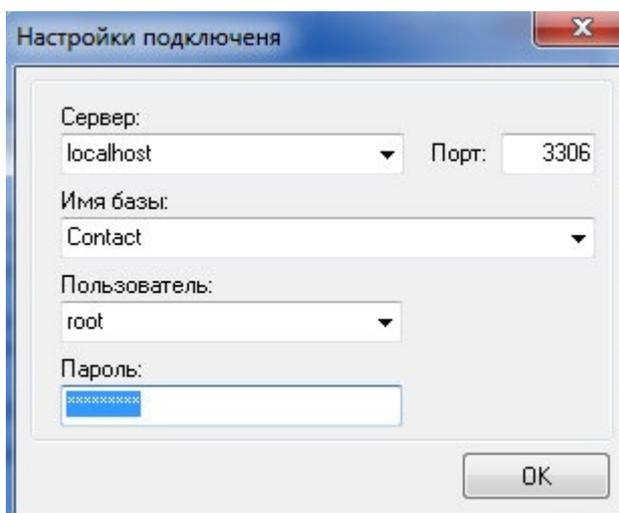

Рисунок 10
3.2.2 Для изменения настроек подключения к сетевой СУБД нажмите кнопку «Настройки» и в открывшемся окне измените требуемые параметры (Рисунок 10).